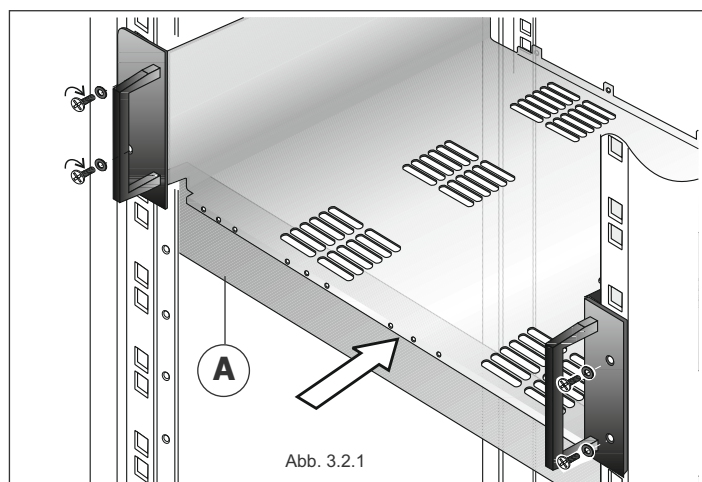

Abb. 3.2.1
- Der Haltekorb der Verstärker (siehe Abb. 3.2.1) muss auf die entsprechenden Haltebügel (Detail [A]) montiert werden, die im Lieferumfang enthalten sind.